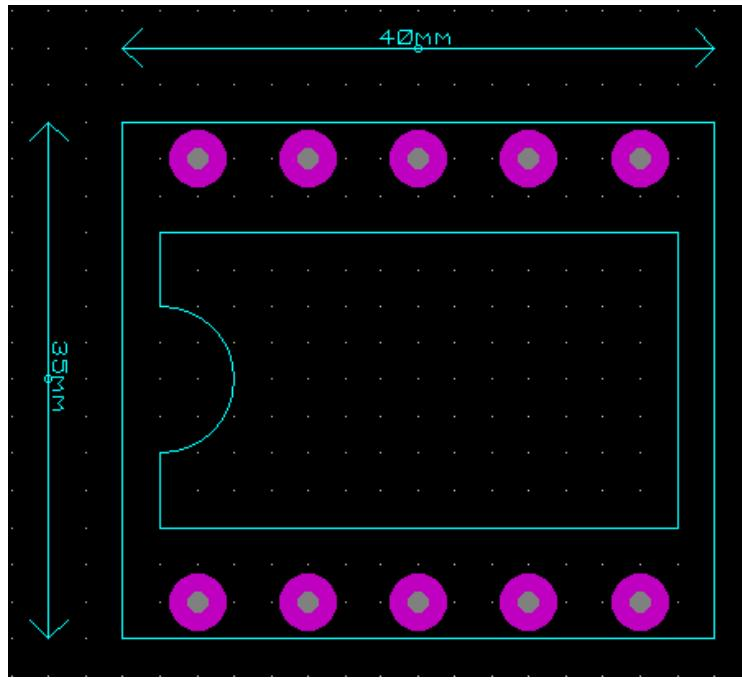

Figura 86: Desenvolvimento do componente.
5. Escolha o pad ideal para o componente, para o exemplo, selecione o ícone ***Round Through-hole Pad Mode*** e posicione-os como na figura 86.
6. Faça o esboço interno utilizando o 2D Graphic Line Mode e para fazer o desenho da meia volta, selecione o ícone 2D Graphic Arc Mode , veja figura 86.